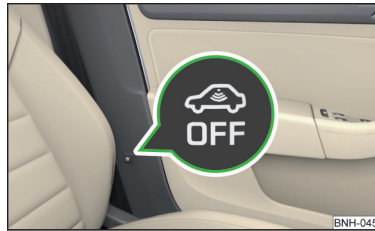

Abb. 41
- ▶ Die Symboltaste  an der B-Säule auf der Fahrerseite drücken » Abb. 41.